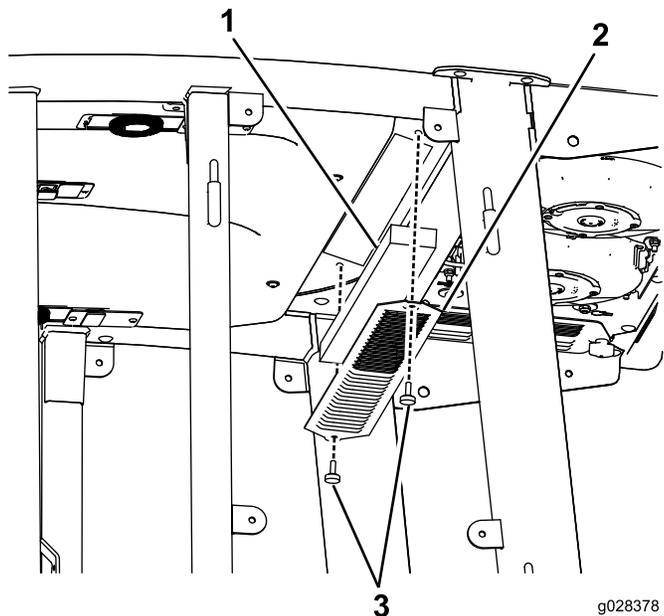
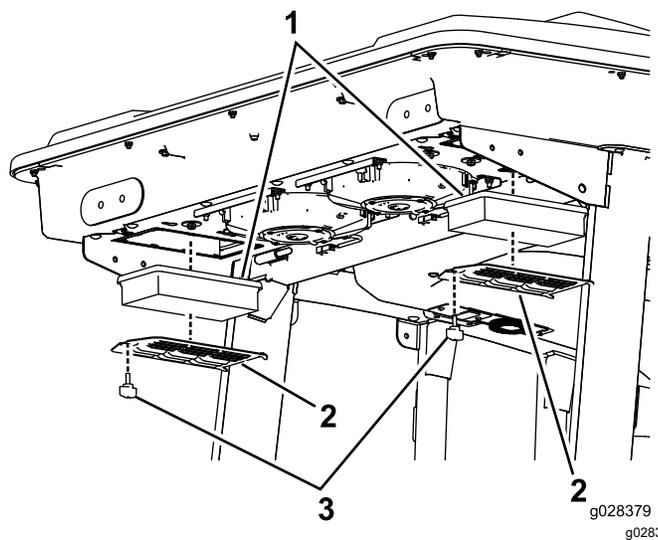

Рисунок 134
Рисунок 135
1. Выверните винты и снимите решетки у салонного и заднего воздушных фильтров кабины (**Рисунок 134** и **Рисунок 135**).